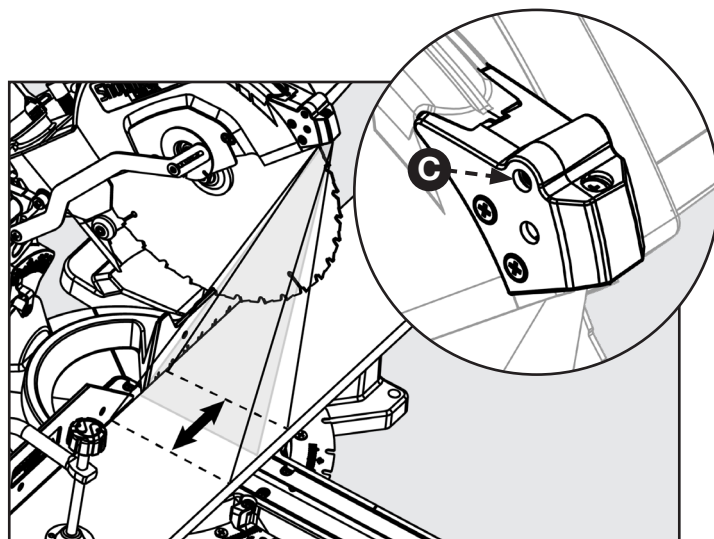

FIGURA 29
Si advierte que la línea láser está desviada de la línea de corte real, consulte la Figura 29 y siga estas instrucciones: utilice un destornillador Phillips para girar el tornillo (C) para ajustar el desvío.